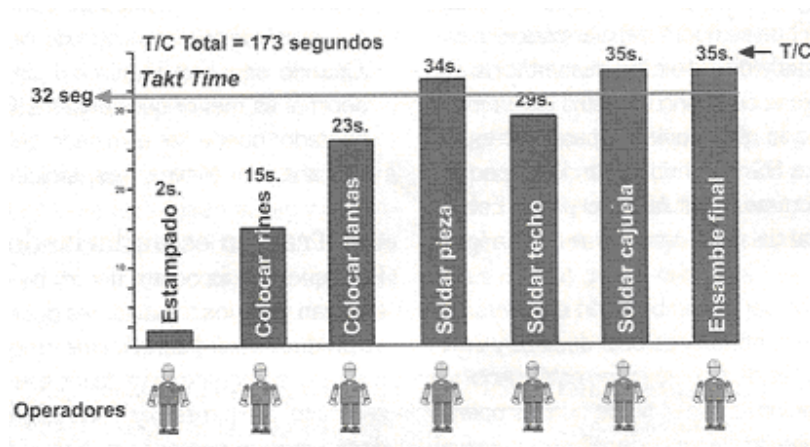

Figura No. 16 Grafica de balanceo de operadores. Fuente: Villaseñor Alberto (Manual de Lean Manufacturing) 2007.
2. Crear una grafica de barra que dé una mejor representación de las condiciones (Figura No. 16). La grafica del estado actual muestra claramente que varias barras sobrepasan el valor del takt time, y además, existe un desbalanceo entre las operaciones.